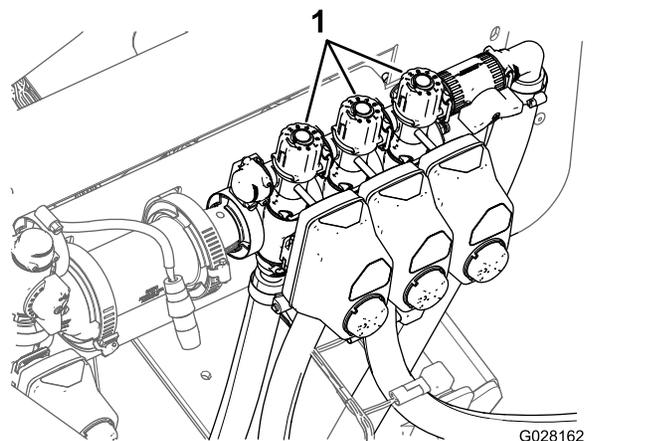

Figure 30
9. Réglez la vanne de dérivation de section (Figure 30) située sur l'arrière du distributeur de commande de la section que vous avez mise hors service jusqu'à ce que la pression indiquée au manomètre soit la même que celle notée à l'opération 7.